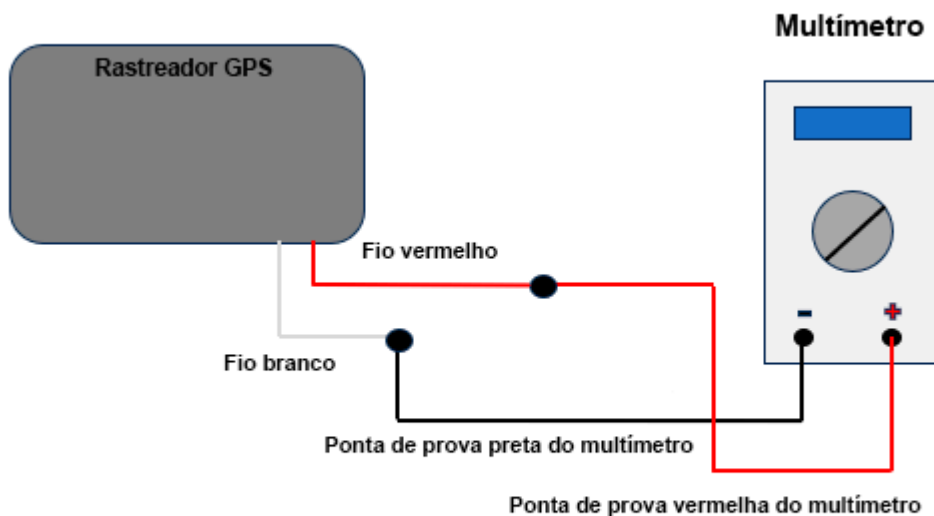

Fig.3 Connection Diagram
2. Monte o circuito de conexão de acordo com o "Diagrama de Conexão da Fig. 3".